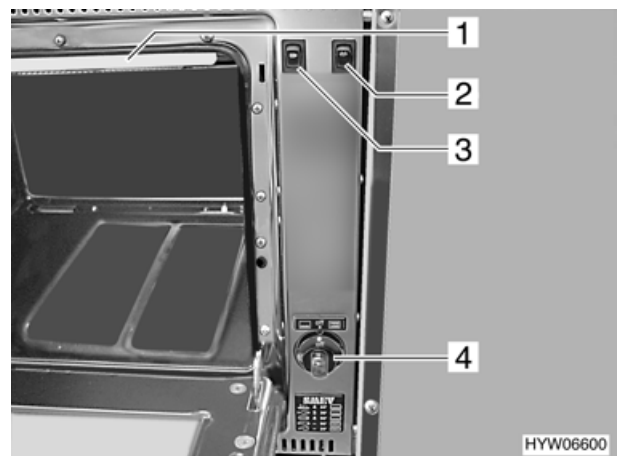

Fig. 48 Forno a gas
- Posizionare il pomello girevole (Fig. 48,4) sulla posizione forno  o girarrosto .
- Girare il pomello girevole (Fig. 48,4) in posizione "off".
- ▶ Durante l'uso del grill togliere la bandella di protezione (Fig. 48,1) e lasciare sempre lo sportello del forno aperto fino a metà corsa.
- ▶ Il motore del girarrosto può essere messo in funzione usando l'interruttore a bilico (Fig. 48,3) sia selezionando la funzione "Cottura" sia la funzione "Grill".